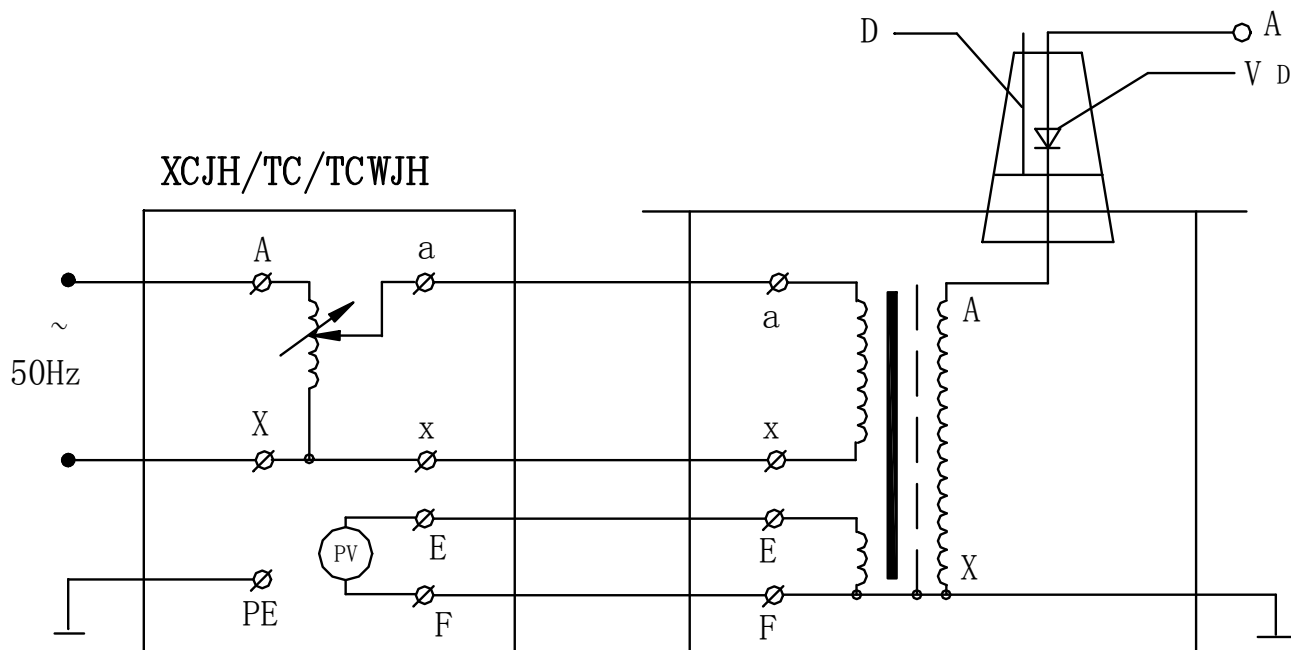

图 4：单台 YDJ（G）油浸式便携式高压测试仪原理图
2、单台 YDJ（G）油浸式便携式高压测试仪的工作原理图见图 4，图中高压套管中装有高压硅堆，串接在高压回路中作半波整流，以获得直流高电压。当用一短路杆将高压硅堆短接时，可获得工频高电压，作为交流输出状态；取消短路杆时，作为直流输出状态。